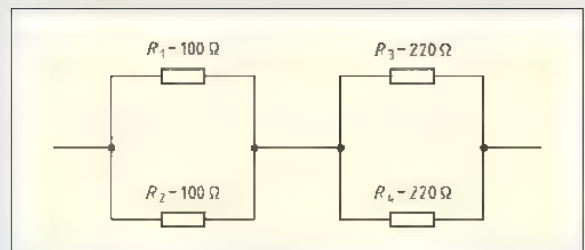

Bild 3: Gemischte Schaltung
4. Bestimmen Sie für die gemischte Schaltung (Bild 3) den Ersatzwiderstand R .